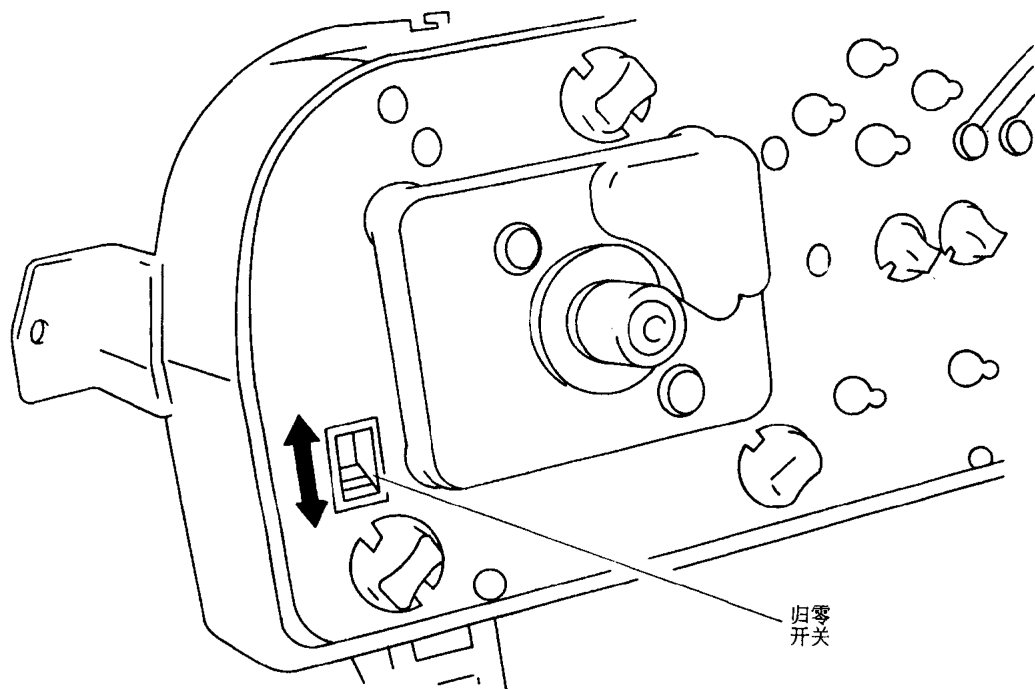

图 1-10 警告灯归零开关的位置(Colt Vista; Colt Wagon 类似)
4. 对于 Colt Vista 和 Wagon 车型,在 240 000km(150 000mile)维护后,拆下警告灯灯泡;对于 Ram-50 车型,192 000km(120 000mile)维护后,拆下灯泡。见图 1-10~图 1-16。